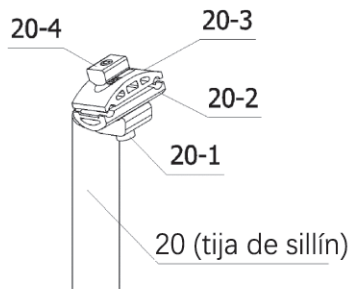

Figura 23-1.
a. En primer lugar, afloje el tornillo (pieza 20-1) de la pieza 20 con una llave Allen de 6 mm, pero no lo retire, como se muestra en la Figura 23-1.